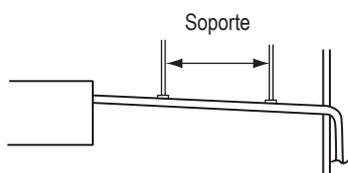

Fig. 2-10
- No aplicar fuerza a las tuberías laterales de la unidad al conectar la de drenaje. No debe dejarse que el tubo cuelgue sin soporte de su conexión a la unidad. Sujertarlo a una pared, marco u otro soporte tan cercano a la unidad como sea posible. (Fig. 2-10)